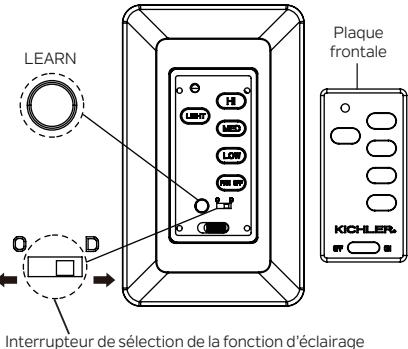

Fig. 22
1. Utilisez un petit tournevis plat et retirez délicatement la plaque frontale du haut de la commande murale. (Fig. 22)
## COMMUTATEUR DE SÉLECTION DE LA FONCTION D'ÉCLAIRAGE (Fig. 22)